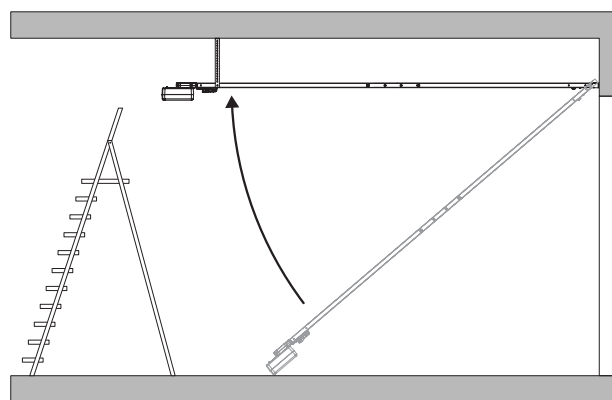

Fig.22
4) En s'aidant d'une échelle, soulever le motoréducteur jusqu'à appuyer les étriers au plafond (figure 22), marquer les 2 points de perçage et remettre le motoréducteur à terre.